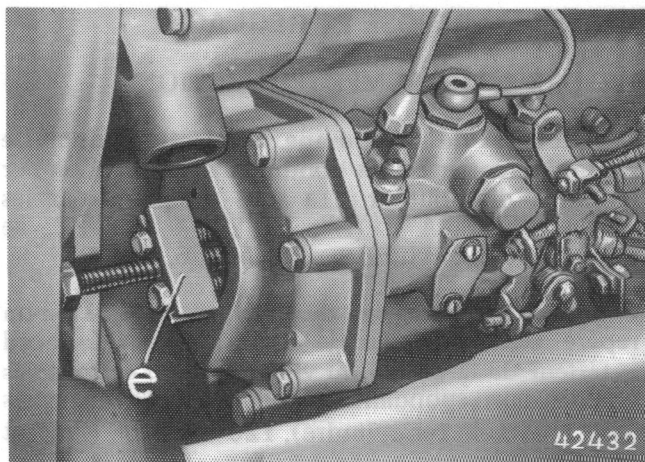

Fig. 7 — Dépose du pignon de l'arbre de pompe à l'aide de l'outil spécial JD 263
7. Retirer le couvercle de l'orifice de montage du carter de distribution (fig. 7).
Dévisser l'écrou hexagonal de l'arbre de pompe, retirer la rondelle Grower. Retirer le pignon de la pompe à l'aide de l'outil spécial JD 263 du siège conique de l'arbre de pompe (voir fig. 7). Retirer les deux écrous hexagonaux de la pompe.
5. Remettre le couvercle de l'orifice de réglage de la pompe et (si nécessaire seulement) remettre le couvercle de l'ouverture de montage sur le carter (voir fig. 7); serrer les vis, serrer en même temps les vis du couvercle de l'orifice de réglage au couple prescrit.